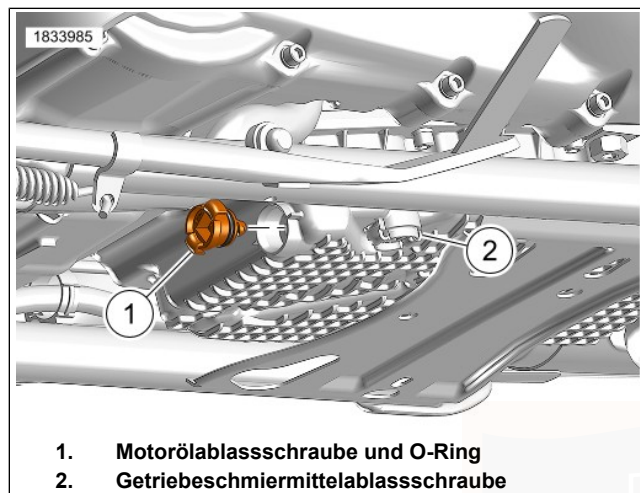

Abbildung 88. Ölablassschraube
- a. Siehe Abbildung 88. Die Motorölablassschraube und den O-Ring (1) ausfindig machen.